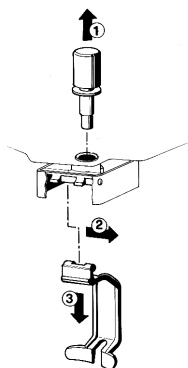

figure 4
- 8 - **Robinet en inox à gravité:** défiler (1) le piston et démonter (2-3) le levier de débit robinet (voir figure 4).